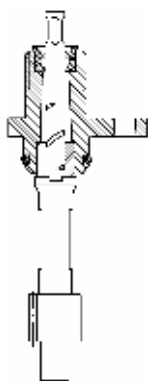

рис.21
4.2.21 Привод спидометра 2108-3802820-00/10/20, рис.21.